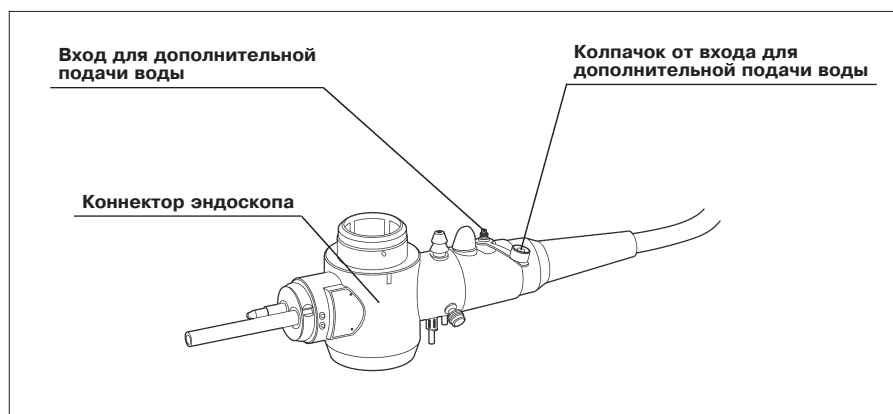

Рис. 3.12
1. Убедитесь в том, что присоединённый к коннектору эндоскопа колпачок не имеет трещин, выступов и других дефектов (см. рис. 3.12).